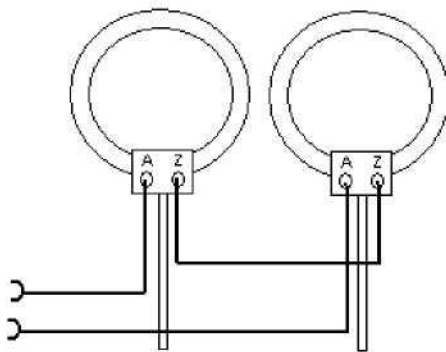

Fig. 1.1 Reihenschaltung
- Dazu Steckhülse (4) am Stativstab (3) nach oben schieben, Stab schräg in die Bohrungen des Röhrenhalters einführen.
- Bei Reihenschaltung Buchse Z von Spule 1 mit Buchse Z von Spule 2 verbinden (siehe Fig. 1.1).